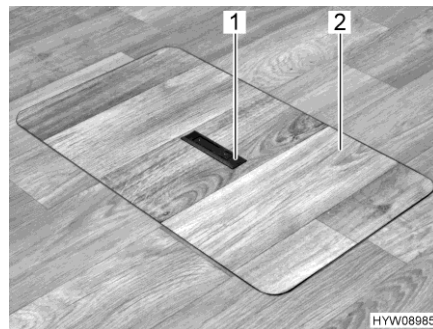
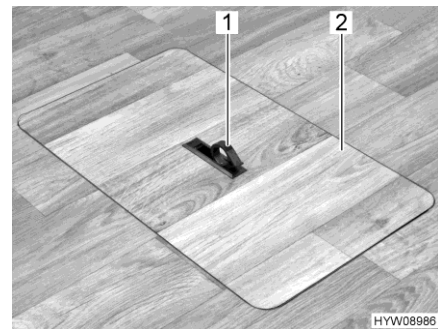

Bild 37 Servicelucka (handtag sänkt)
Bild 38 Servicelucka (handtag utsvängt)
- Tryck nedåt på ena sidan av gripplattan (Bild 37,1). Handtaget (Bild 38,1) svängs upp.
- Lyft serviceluckan (Bild 38,2) uppåt.
- Placera serviceluckan (Bild 38,2) i ramen i golvet.